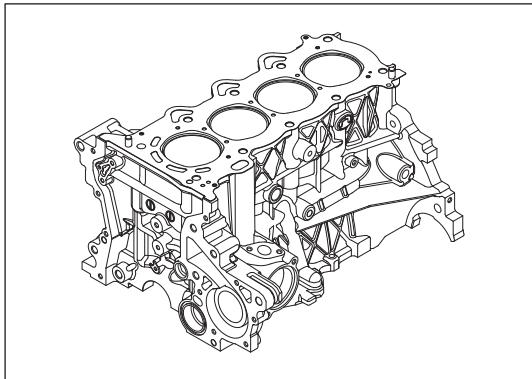

Рис. 12-3-39. Установка прокладки головки блока цилиндров
- (3) Установка головки блока цилиндров
- б) Установить прокладку головки блока цилиндров на верхнюю поверхность блока цилиндров, как изображено на рис. 12-3-39.